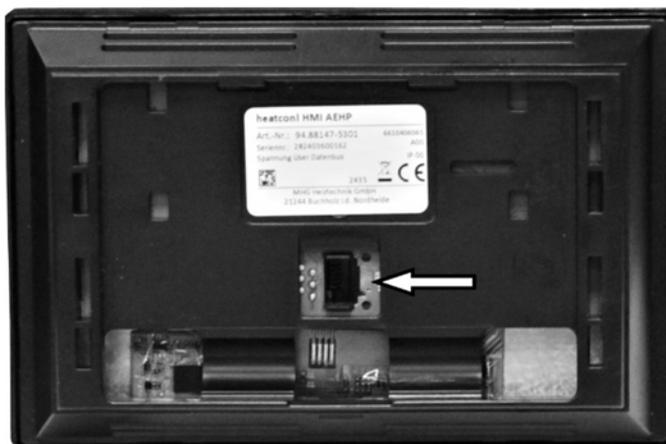

Abb. 22: Steckplatz für Verbindungskabel hinten am Touchdisplay
- ➔ Stecken Sie das Verbindungskabel mit dem RJ12 Stecker gem. Abb. 22 hinten an das Touchdisplay an.